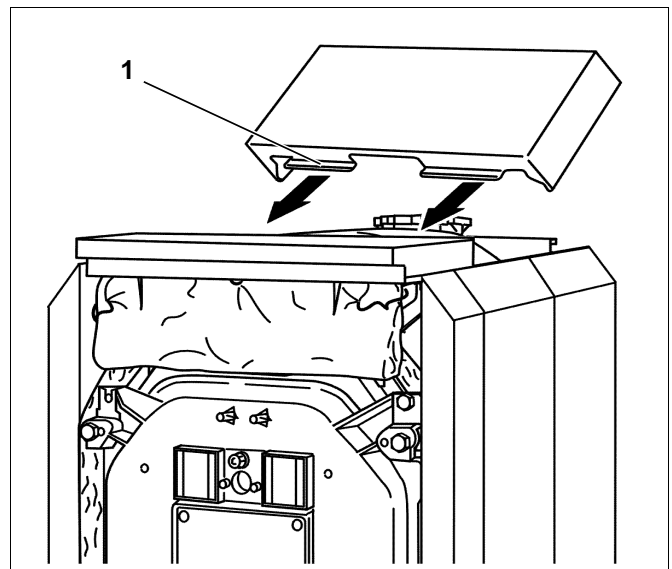

Fig. 52 Montaggio della copertura mediana
- Spingere la copertura mediana con le piegature (fig. 52, **pos. 1**), sotto alla copertura anteriore e disporla nella nervatura dei pannelli laterali.